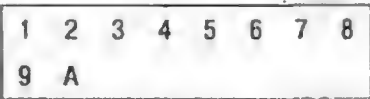

Рис. 1.3
Для входа в этот режим дважды нажимают кнопку Factory на ПДУ. При входе в режим на экране отображаются десять цифр (рис. 1.3). Первые восемь цифр определяются при изготовлении телевизора, девятая и десятая (A) считываются из микросхемы видеопроцессора.